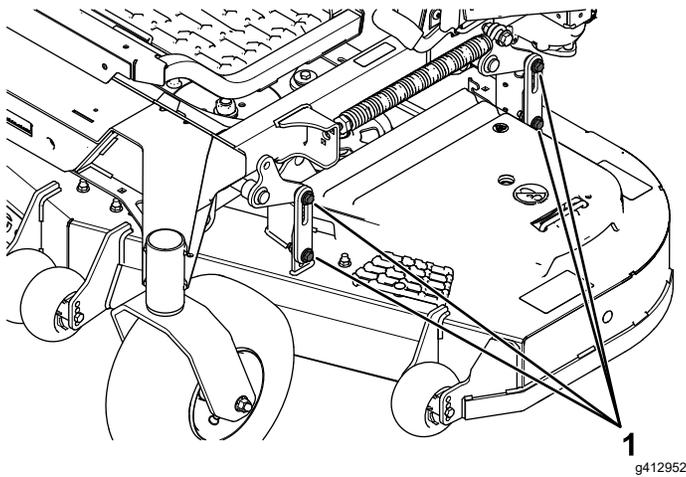

Figura 85
16. Afloje las contratuercas (Figura 85) en las 4 esquinas y asegúrese de que la carcasa de corte queda bien asentada sobre los 4 bloques.